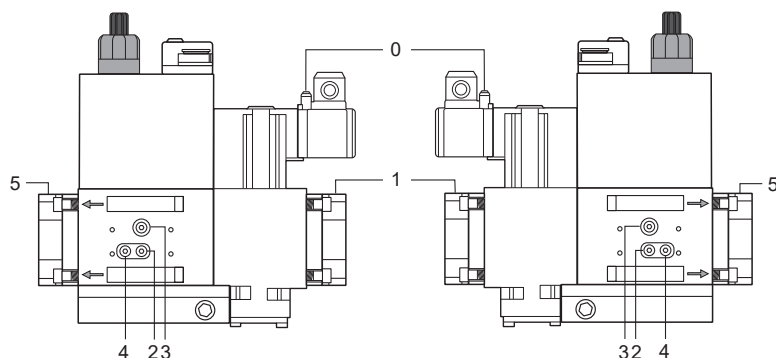

Рис. 24
- Почистьте и проверьте патрон газового фильтра, в случае необходимости замените его (Рис. 24).